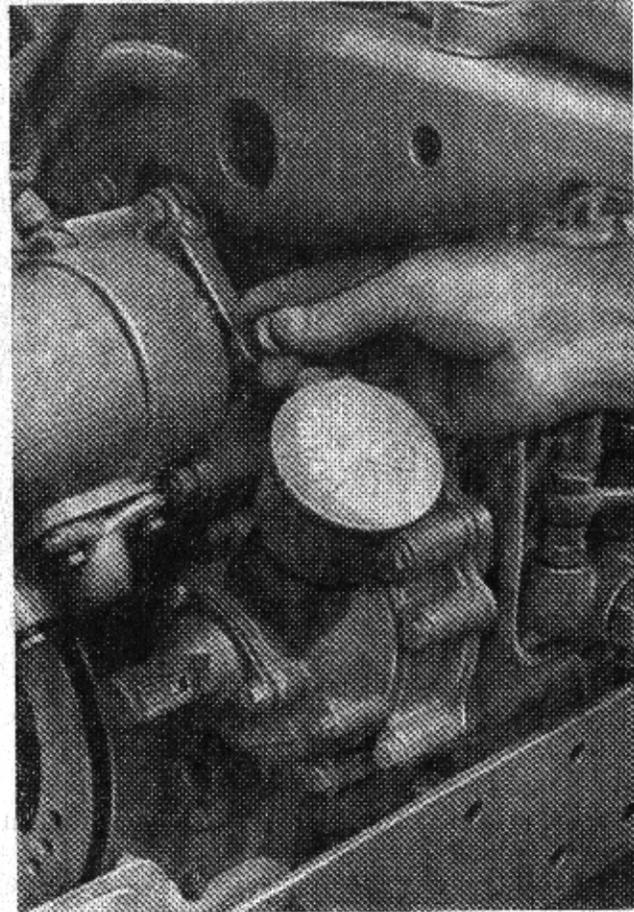

Fig. 11. Arrêt de la pompe hydraulique
4. Désaccoupler la pompe hydraulique du moteur en mettant la manette du coupleur de la pompe hydraulique dans la position «arrêt» (fig. 11).